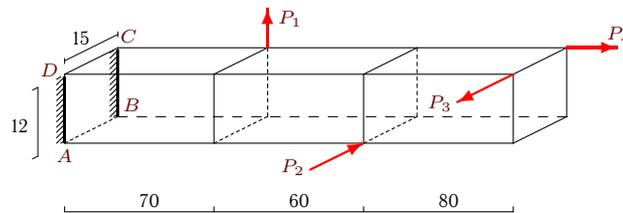

Рис. 81
**Пример.** На консольно закрепленный брус действуют силы  $P_1 = 60$  кН,  $P_2 = 80$  кН,  $P_3 = 50$  кН,  $P_4 = 100$  кН параллельные его ребрам (рис. 81). Найти нормальные напряжения в точках  $A$ ,  $B$ ,  $C$  и  $D$  заделки бруса и угол осевого поворота концевого сечения бруса. Размеры даны в сантиметрах. Модуль сдвига  $G = 0.8 \cdot 10^5$  МПа.